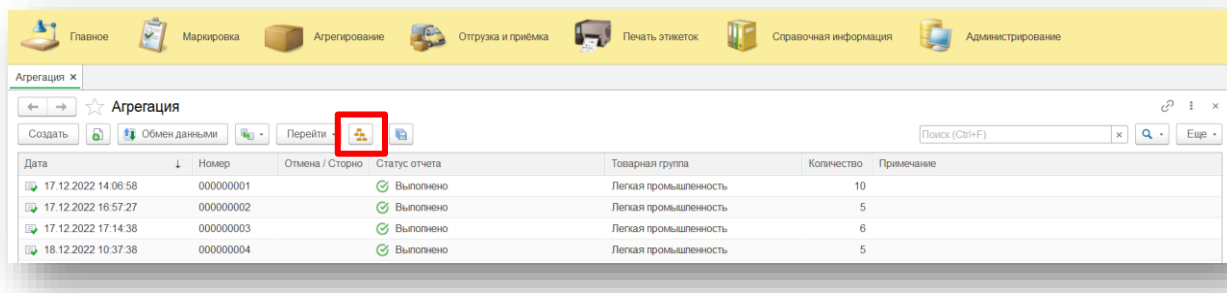

Рис. 72
Возможность просмотра состава и структуры вложений агрегатов (упаковок) реализована для следующих документов (Рис. 72 – 74):
1. «Агрегация» (Рис. 72)